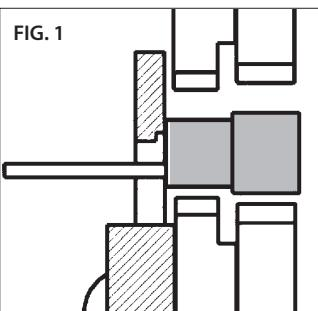

FIG. 2
N.B.: en la utilización de terminales macho desconectables tener cuidado de que los topas en los terminales, no obstaculicen el contacto de la envoltura aislante contra el posicionador (Ref. a Fig. 2).
N.B.: nell'impiego di connettori ad innesto maschio fare attenzione che i dentini presenti sull'innesto, non ostacolino la battuta della camicetta isolante contro il posizionatore (Rif. Fig. 2).